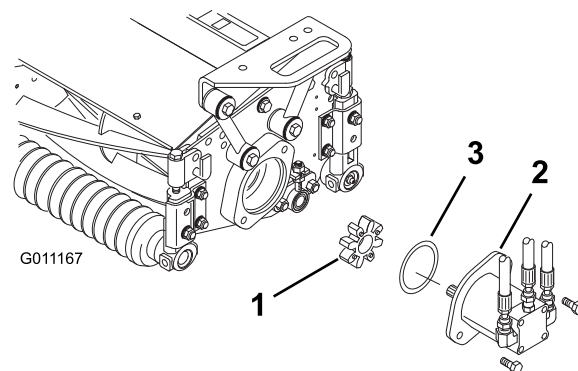

Figure 21
4. Repérez l'accouplement en étoile (Figure 21) expédié dans le logement de roulement.